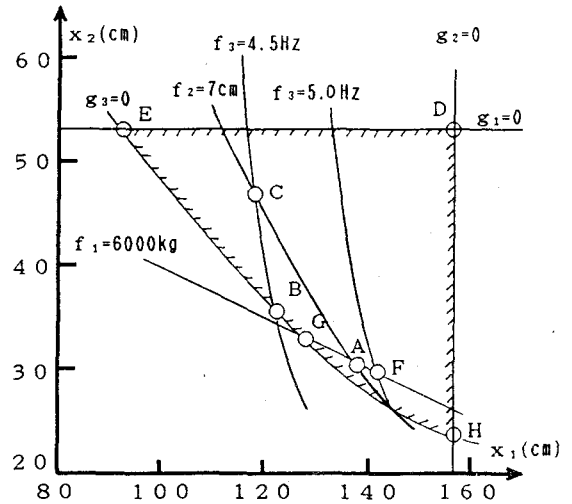

図2. 設計変数空間
(1) 目標のタイプ 振動数目標を第1、重量目標を第2、タワミ目標を第3の優先順位とし、振動数目標のタイプを表1. の8通りに変えて計算した結果を表2. 及び図2. に示す。ただし図示のため、 $x_3=1\text{cm}$ 、 $x_4=2\text{cm}$ の一定値としている。また8ケースとも重量目標は、 $W \leq W_{\tau}=6000\text{kg}$ 、タワミ目標は、 $\delta \leq \delta_{\tau}=7\text{cm}$ としている。表2. より分かるように、3つの目標がすべて達成されているのは、ケース(1)、(6)、(7)、(8)の4ケースである。残りは上位2つの優先目標の交点として解が決まるか、第1優先の目標と応力制約式の交点として解が決まる。
(2) 目標達成の優先順位 3つの目標の達成の優先順位を6通りに変えて計算した結果を表3. 及び図2. に示す。6ケースとも目標は、 $f \leq f_{\tau}=4.5\text{Hz}$ 、 $W \leq W_{\tau}=6000\text{kg}$ 、 $\delta \leq \delta_{\tau}=7\text{cm}$ である。表3. より分かるように、6ケースのうち、ケース(2)、(4)、(5)、(6)の4ケースが上位2つの優先目標の交点として解が決まり、残りは第1優先の目標と応力制約式の交点として解が決まっている。